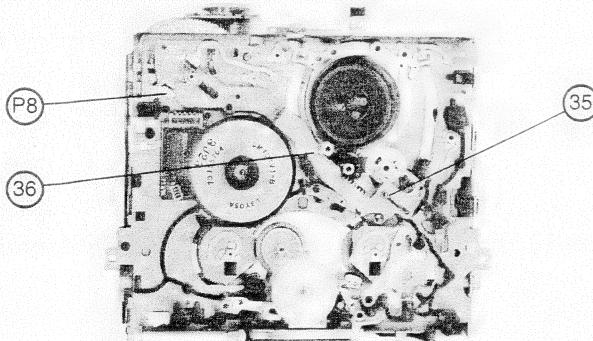

fig. 15
- Den Hebel (23) montieren und dabei sorgfältig seinen Zapfen in das Loch des Dreiecks (24) einführen.
- Das Dreieck (24) so positionieren, daß das Loch (H2) über dem dem des Gehäuses liegt.
- Den Hebel (25) einsetzen und dabei seinen Zapfen in die Auskehlung (G1) einführen.
- Die Gleitschiene (40) einsetzen und die Feder (39) wieder anbringen.
6) AUSTAUSCH DER LADEARME: (Abb. 15 und 16)
- Fit lever (23) making sure that the nipple is fitted inside the hole on the rod (24).
- Position the rod (24) so that hole (H2) is exactly over the hole on the chassis.
- Fit lever (25) by inserting its nipple in the groove (G1).
- Fit slide rail (40) and spring (39).
6) REPLACEMENT OF THE TAPE LOADING ARMS (fig. 15 and 16)